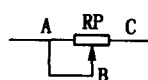

图 1-11 电位器接成可变电阻
(2) 电位器用作可变电阻。若将电位器 RP 的一个固定端 A 与滑动端 B 按图 1-11 连接，此时，电位器成为一只可变电阻，顺时针旋转其手柄时，阻值 R_{CA} 下降。如果将 BC 连接，则顺时针旋转其手柄时阻值 R_{CA} 上升。